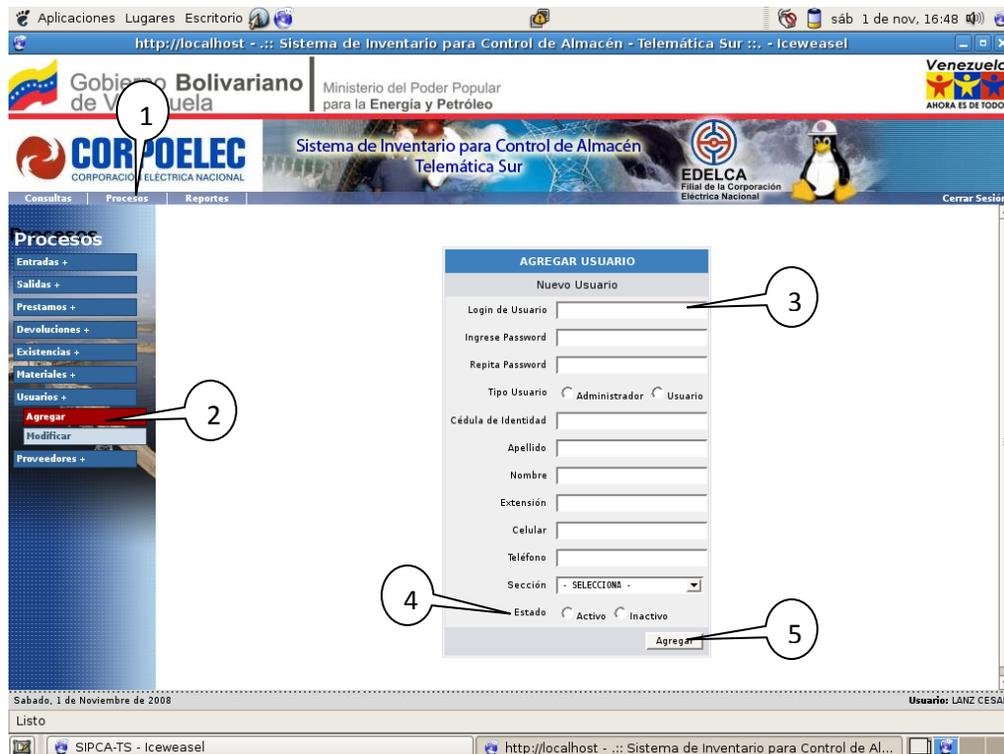

Figura 5.8. Registro de un Nuevo Usuario.
El sistema también ofrece la opción de registrar un nuevo usuario (1, 2) (el campo “Login” ó “Identificador de Usuario” utiliza el código de colores (3)), en el cual se pueden agregar otros administradores o usuarios de solo consulta y también se puede establecer si están autorizados ó no a usar el sistema mediante las opciones “Activo” e “Inactivo” (4). Ver figura 5.8.